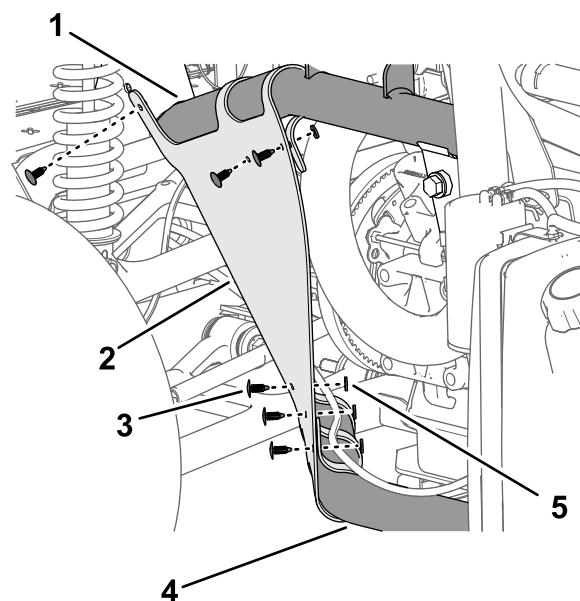

Figura 215
1. Allineate la copertura del parafrango interno ai tubi del telaio superiore sinistro e del telaio inferiore sinistro (Figura 215).
2. Fissate la copertura del parafrango interno ai tubi del telaio con 6 dispositivi di fissaggio a spinta (Figura 215).
3. Allineate i fori nel parafango con i fori nel telaio della macchina, come illustrato nella Figura 215.